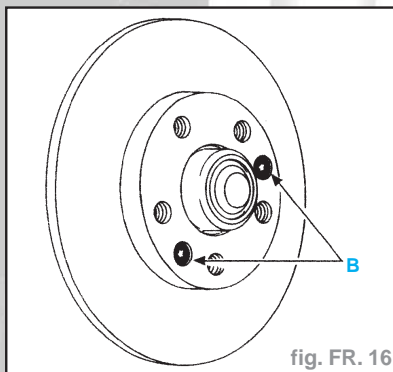

fig. FR. 16
- Les deux vis (B) de fixation du disque, clé mâle à empreinte étoile 30 (fig. FR. 16).